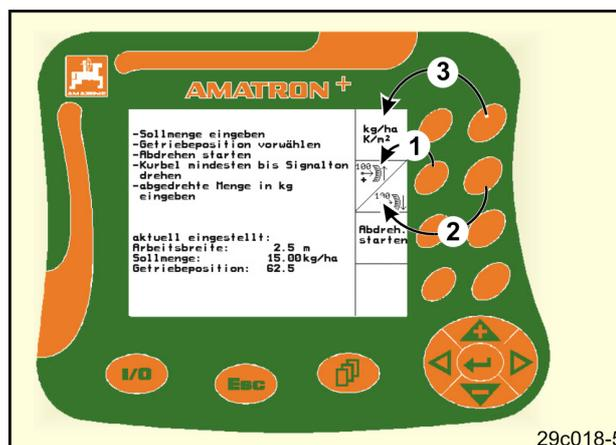

Fig. 9
- significa que la tecla izquierda está asignada al campo funcional arriba a la izquierda (Fig. 9/1).
- Significa que la tecla derecha está asignada al campo funcional abajo a la derecha (Fig. 9/2).
Si sobre la pantalla aparecen campos cuadrados está sólo asignada la tecla derecha al campo funcional (Fig. 9/3).